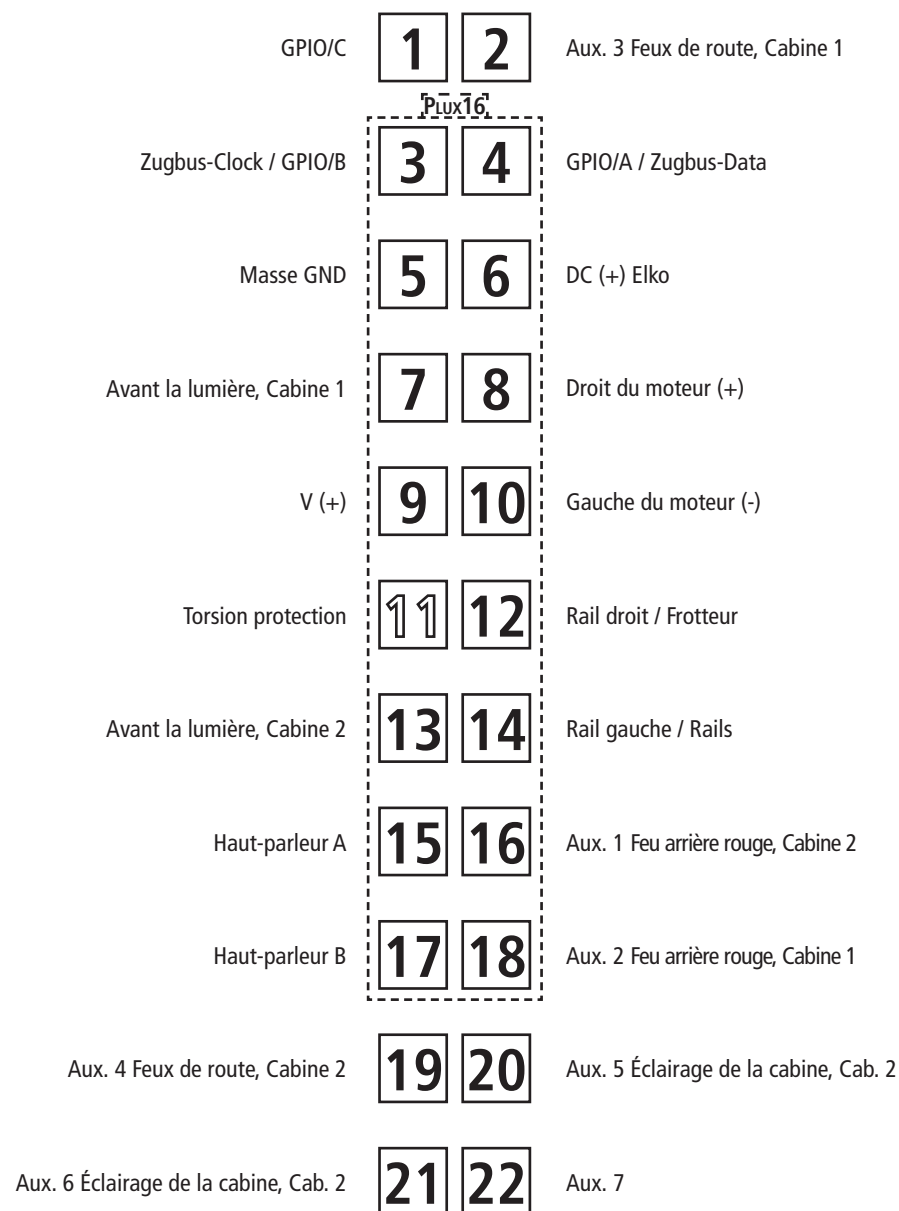

Fig. 7
3. Échange des bandages d'adhérence: Démontez d'abord **les flancs de bogies** des engrenages (fig. 4). Délogez ensuite les essieux bandagés et enlevez, à l'aide d'une aiguille ou d'un tournevis fin, les bandages d'adhérence (fig. 7). Lors du montage des nouveaux bandages veuillez veiller à ce que les bandages **ne soient pas tordu**.